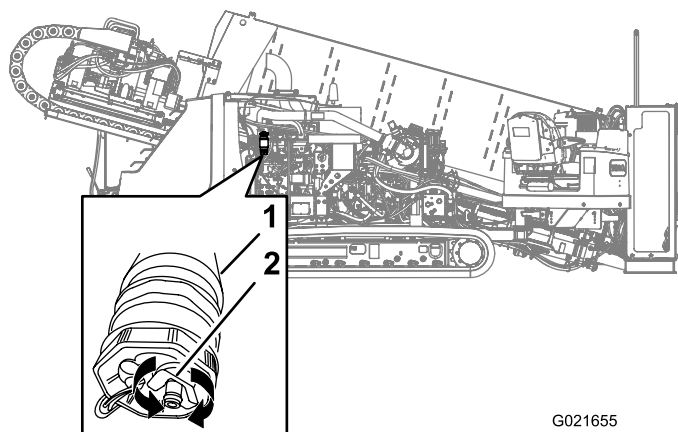

Figura 125
3. Posicione uma bandeja de drenagem sob o filtro de combustível secundário (Figura 125).
4. Gire a válvula de drenagem no fundo do filtro de combustível secundário no sentido anti-horário, dando 2 ou 3 voltas, e drene a água e os sedimentos que estiverem presentes no filtro de combustível (Figura 125).